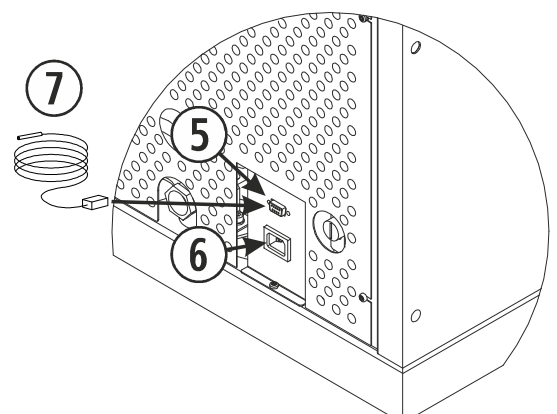

Figura 9
A sonda de ambiente (⑦) e o cabo de alimentação ligam-se na parte traseira da estufa indica a *figura 9*. Saberemos que a caldeira o reconhece porque veremos a temperatura ambiente no painel de comandos. Se ligarmos um termostato ou contacto, no lugar de visualizar a temperatura ambiente aparecerá (·) indicando-nos que há algo ligado na porta de comunicação.